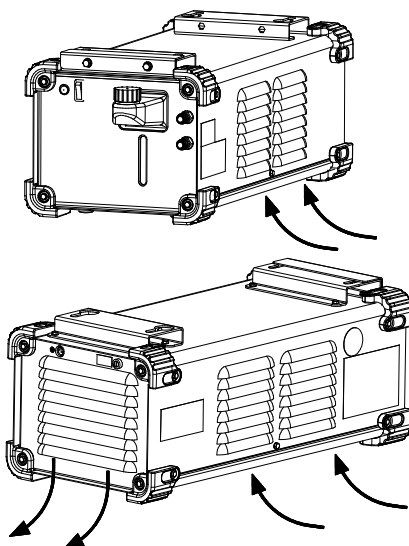

Bild 3.
9. Ventilationsöppningar: För korrekt kyluftcirkulation (bild. 3).